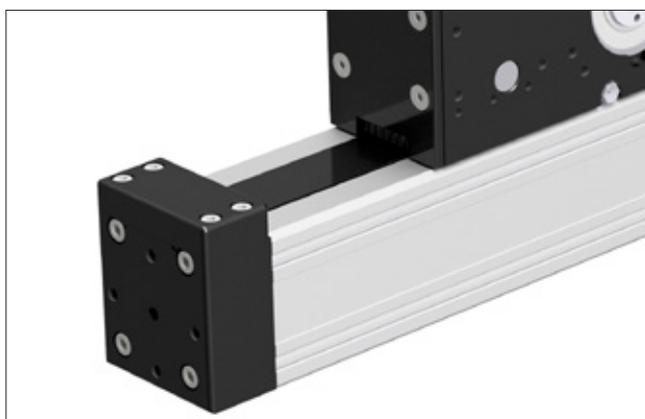

Figure 5.2 ___ XF à entraînement par courroie crantée / Ω
- Module linéaire compact pouvant servir de module de levage pour des charges faibles et moyennes (figure 5.2)